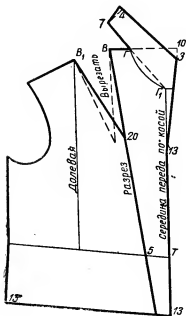

Рис. 283. Нанесение линий фасона блузки со вставкой и цельнокроеным воротником
**Полочка.** Для построения выкройки полочки с цельнокроеным воротником от точки  $G_1$  через точку  $\Gamma$  проводят по линейке пунктирную линию (рис. 283), а за точку  $\Gamma$  — сплошную линию, равную 7 см, из расчета  $\frac{1}{6}$  окружности шеи плюс 1 см: